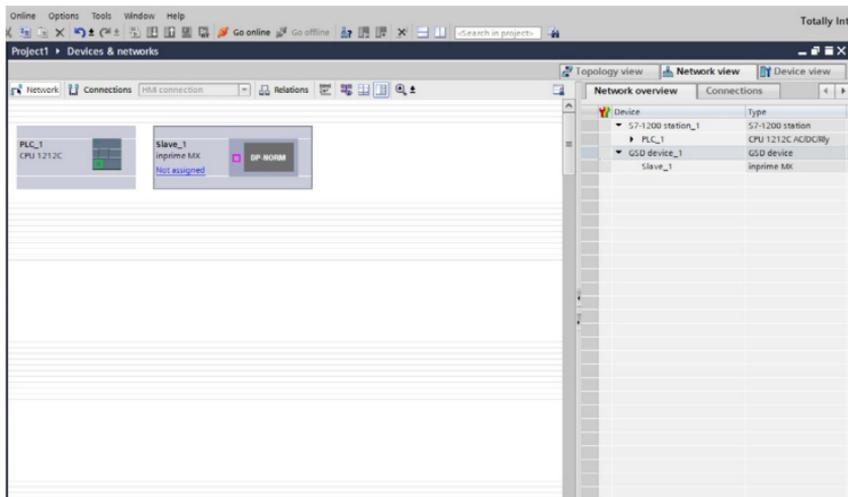

Рисунок 4.11 - Помещение платы расширения в поле проекта
7) В окне «Hardware catalog» выберите папку «Other field devices» и найдите файл «Inprime MX», после чего переместите его в поле проекта, ему будет присвоено название «Slave_1» (рисунок 4.11).